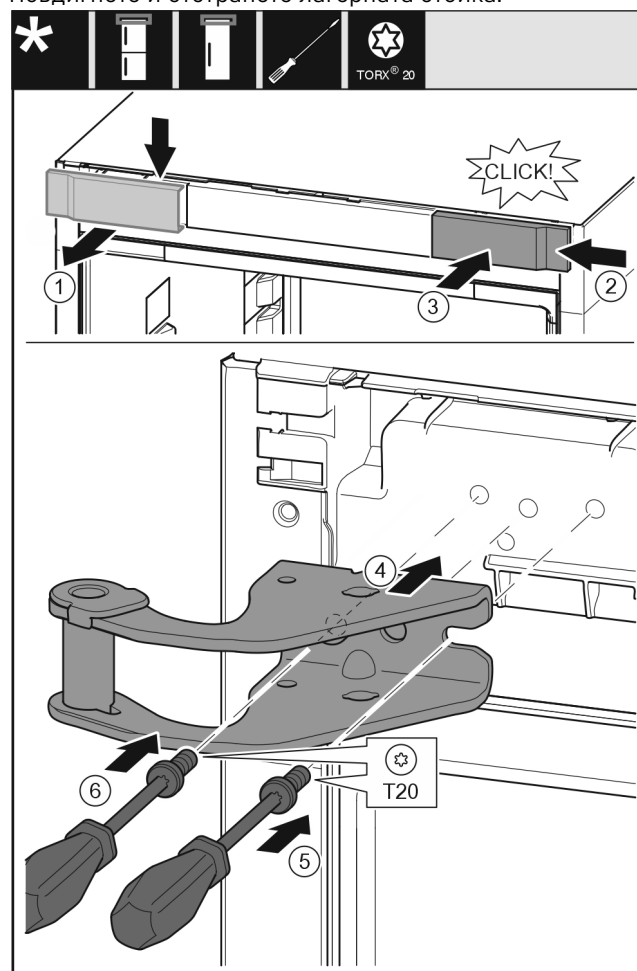

Fig. 15
- ▶ Свалете капака Fig. 15 (1) от горе напред.
- ▶ Закачете капака Fig. 15 (2), завъртян на 180°, от другата страна отъясно.
- ▶ Фиксирайте капака Fig. 15 (3).
- ▶ Поставете горната лагерна стойка Fig. 15 (4).
- ▶ С отвертка поставете винта Fig. 15 (5) и го затегнете.
- ▶ С отвертка поставете винта Fig. 15 (6) и го затегнете.